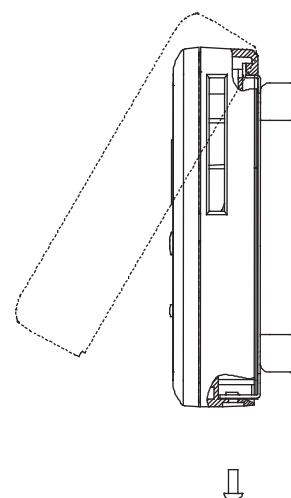

図15 取付プレートへの本体の差し込み
- ① 取付プレートを付属のM3～M4木ねじ2本で壁面に取り付けます（取付ねじ間隔は、83.5 mmです）。
- ② 対応するRF受信機の電源が投入されていることを確認します。
- ③ 本体の極性表示を確認して正しい方向に電池を2個入れます。
- ④ 周波数チャンネル、グループアドレスを設定します（このときの設定は、対応するRF受信機と合わせてください）。
- ⑤ RF受信機に2台のセンサ（ネオセンサワイヤレス温度/温湿度センサ、ネオパネルワイヤレスのいずれか）が接続される場合にはセンサを特定するためのセンサアドレスを設定します（このときの設定は“0”または“1”とし、センサごとに違うアドレスに設定してください）。
- ⑥ 取付プレートに本体を差し込みます（図15参照）。
- ⑦ 付属の本体取付M3ねじで取付プレートに固定します。